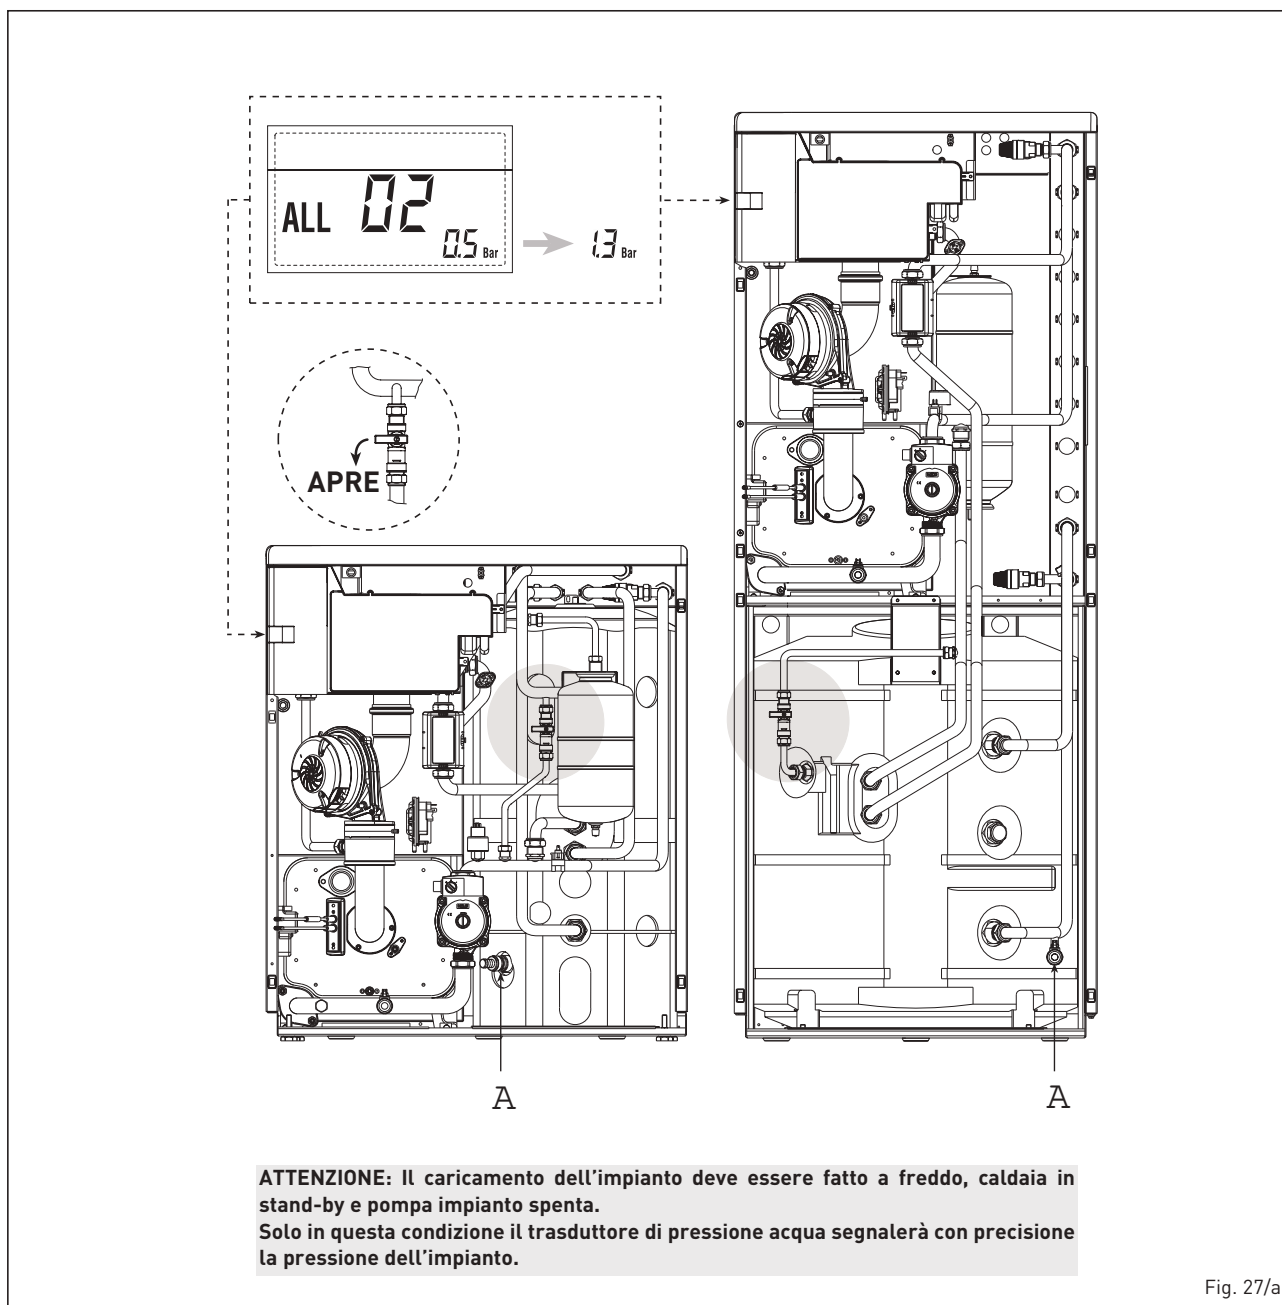

Fig. 27/a
- **ALL 06 (fig. 27/c)**
- **ALL 07 (fig. 27/d)**